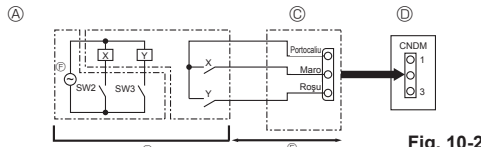

Fig. 10-2
10.2. Funcția la cerere (modificare la fața locului) (Fig. 10-2)